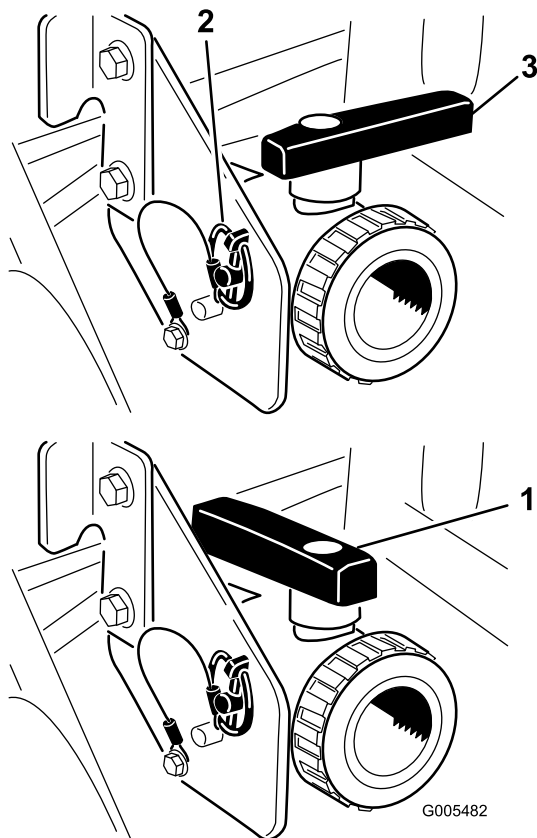

Figura 26
Aprire la valvola per spurgare il materiale rimasto nel serbatoio, e smaltirlo nel rispetto del regolamento locale e secondo le istruzioni del produttore del materiale (Figura 26). Terminata l'operazione di spurgo, togliete l'acciarino sulla staffa che assicura la valvola di spurgo alla macchina e lasciate cadere la valvola sul terreno. In tal modo si scaricherà tutto il materiale rimasto nel tubo.
3. Una volta spurgato completamente il serbatoio, installate la valvola sul telaio con l'acciarino precedentemente rimosso e chiudere la valvola di spurgo (Figura 26).